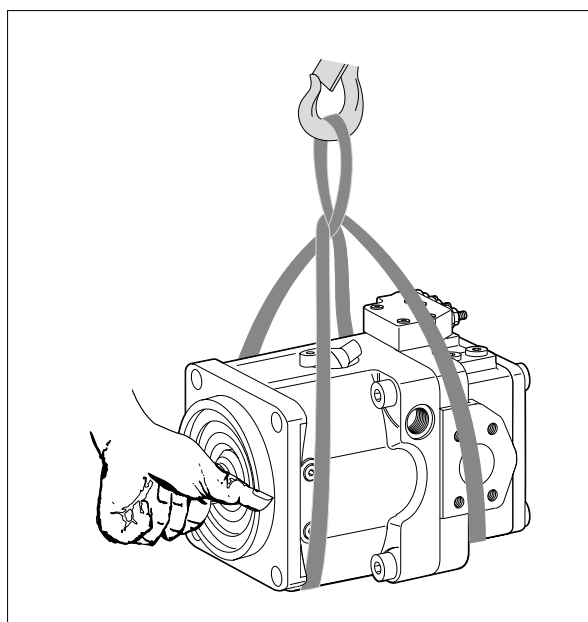

Fig. 6: Trasporto con nastro di sollevamento
- ▶ Sistemare il nastro di sollevamento attorno all'unità a pistoni assiali in modo che esso non scorra su componenti (ad es. valvole) e che l'unità a pistoni assiali non venga agganciata a componenti (vedere fig. 6).